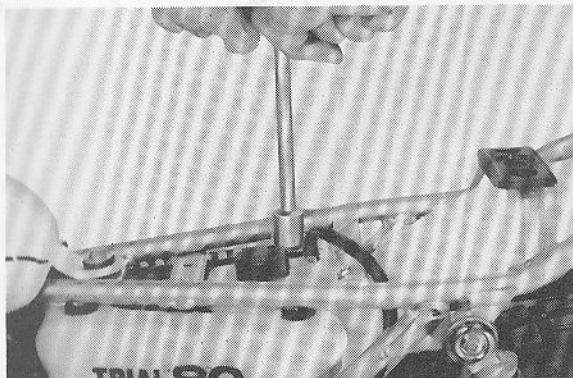

Fig. 3-1-1
Remove the special screw on the rear end of the seat, and remove the seat. Remove the bolt holding the rear of the fuel tank and remove the fuel tank. (Fig. 3-1-1)
1. Mettre le robinet de carburant sur la position "OFF" (arrêt) et déconnecter le tuyau de carburant. Enlever la vis spéciale sur l'arrière du siège, et démonter celui-ci. Enlever le boulon retenant l'arrière du réservoir à carburant et enlever le réservoir. (Fig. 3-1-1)